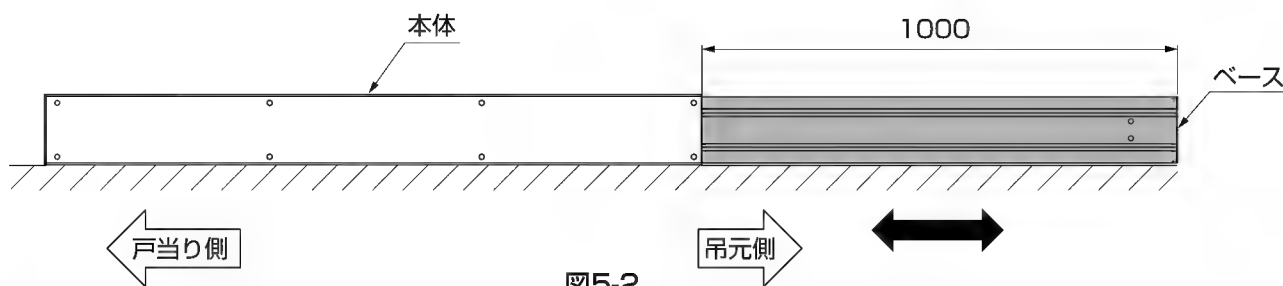

図5-2
- ③ベースを吊元側へ引き出して数回スライドして、動きを確認してください。（図5-2参照）
- ②本体を水平な場所に動かないように立てかけ、ベースを吊元側に引き出して数回スライドして動きを確認してください。(図5-2参照)